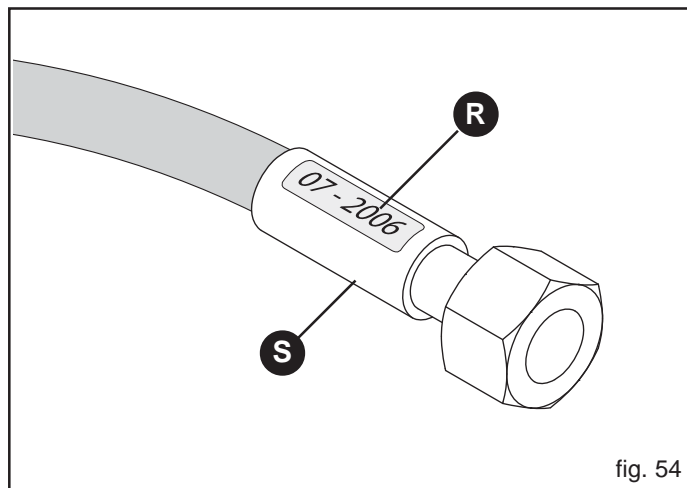

fig. 54
- perdite in prossimità dell'armatura del tubo (S, Fig. 54);
- corrosione dell'armatura (S, Fig. 54);
- superati i 5 anni dalla produzione (R, Fig. 54).